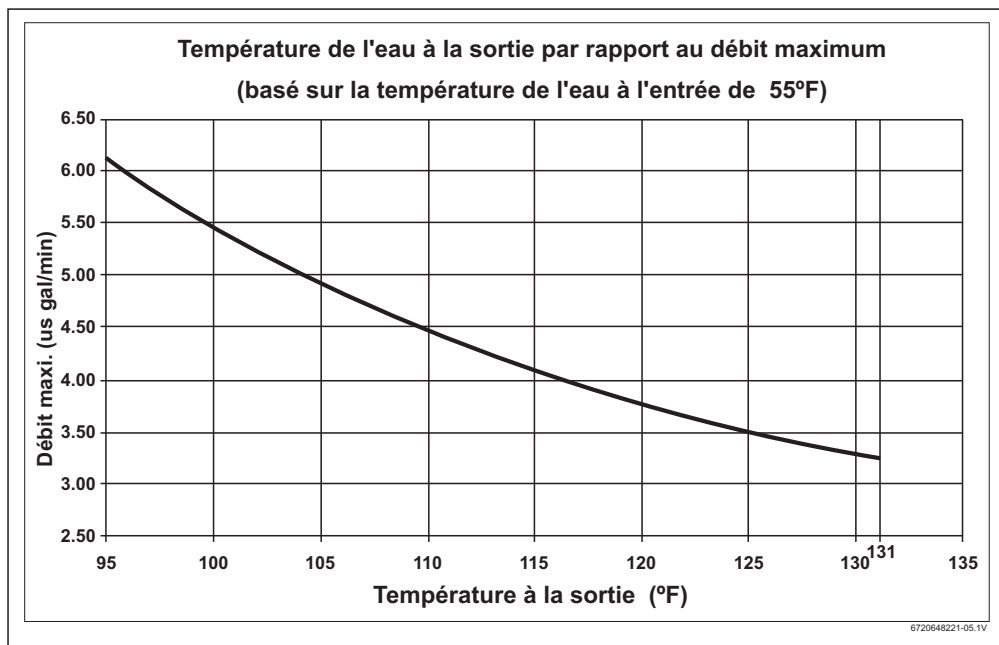

Fig. 8
- ▶ Régler le robinet de sectionnement de sortie jusqu'à ce que le débit du robinet d'eau chaude corresponde à la valeur indiquée sur la Fig. 8 ci-dessous.
Ces chiffres sont basés sur une température de l'eau à la sortie de 55 °F et une tension d'alimentation de 240 volts. Si la température de l'eau à l'entrée est inférieure à 55 °F, ou si la tension d'alimentation est inférieure à 240 volts, la température à la sortie sera inférieure aux données indiquées Fig. 8. Réduire le débit et/ou alimenter l'unité avec du 240 volts si une température à la sortie plus élevée est souhaitée.
La température de l'eau à l'entrée est trop froide	Vérifier que le chauffe-eau est correctement configuré par rapport à sa localisation géographique. Tourner le bouton de température, en bas du chauffe-eau, dans le sens des aiguilles d'une montre, jusqu'au bout, pour la température maximale. Vérifier que les débits sont inclus dans les spécifications du chauffe-eau. Consulter la Fig. 8, page 14 du présent manuel. L'utilisation d'une vanne d'isolement sur la sortie d'eau chaude est recommandée pour contrôler le débit.
La température indiquée sur le cadran est trop basse	Tourner le cadran de température situé en bas du chauffe-eau dans le sens des aiguilles d'une montre afin d'augmenter la température. Consulter Fig. 8 pour connaître la température de sortie par rapport au débit.
Le débit est trop fort	Régler le débit pour rester dans le cadre des spécifications du chauffe-eau. Voir Fig. 8 du présent manuel.
La pression des robinets de sectionnement est trop faible	Régler la vanne de sortie fournie par l'installateur tel que décrit ci-dessous: •Ouvrir complètement les robinets de sectionnement d'entrée et de sortie au niveau du chauffe-eau. (S'ils ne sont pas installés, les installer avant toute utilisation). •Ouvrir complètement le dispositif d'eau chaude alimenté par le chauffe-eau, au débit le plus fort (par ex. : baignoire). •Fermer doucement le robinet de sectionnement pour diminuer le débit jusqu'à ce que la température de la sortie d'eau chaude corresponde aux valeurs indiquées Fig. 8 du présent manuel, ou jusqu'à atteindre la température de l'eau désirée.
Le débit varie. L'alimentation en eau est raccordée à la sortie de l'unité.	Les variations importantes du débit peuvent avoir un impact négatif sur la température de l'eau du chauffe-eau. Le passage d'une installation majeure à plusieurs installations en une fois peut provoquer la fluctuation de la température. Il est recommandé de rester dans le cadre des spécifications du chauffe-eau. Voir Fig. 8.